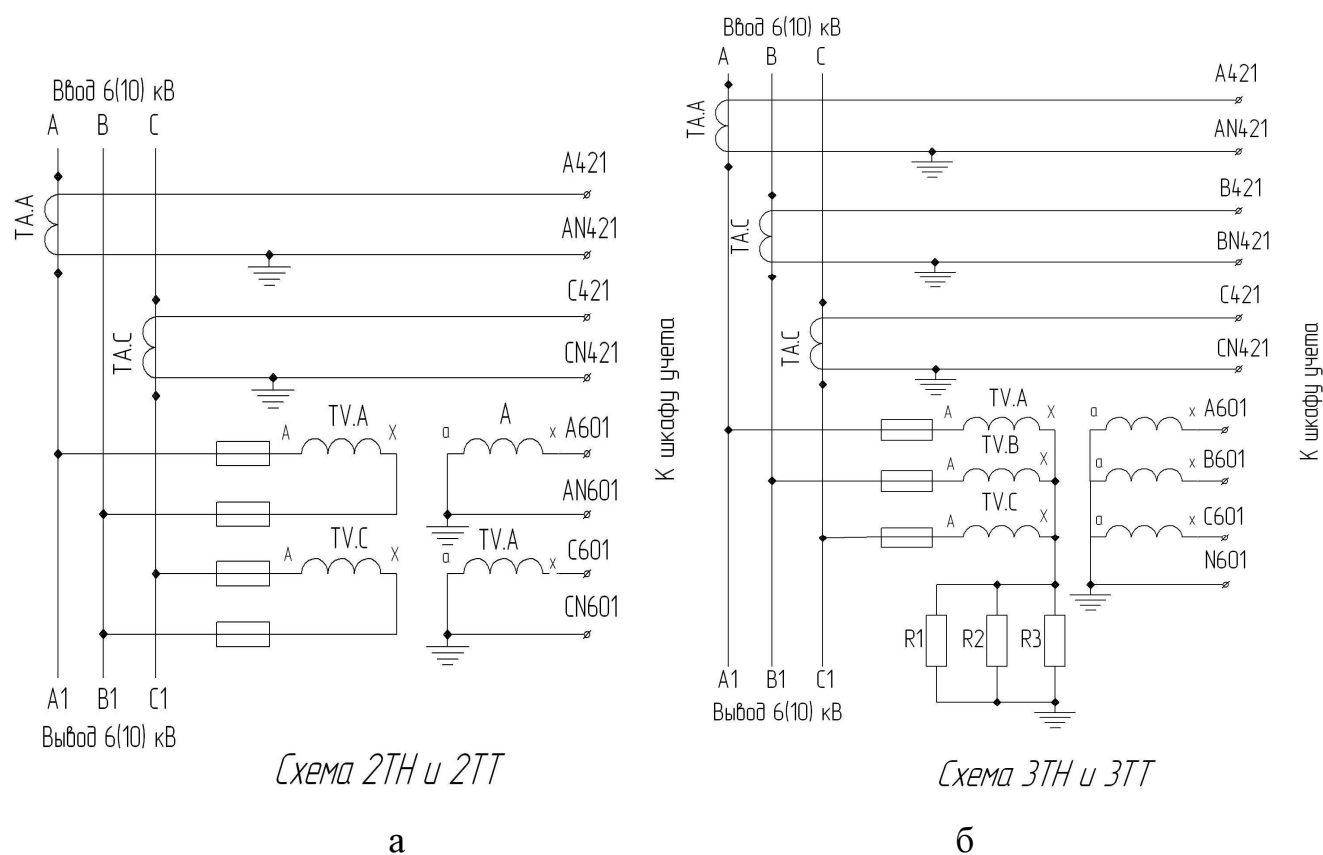

Рис.2
1.4.13. Внутри ВМ установлена колодка зажимов для подключения соединительного кабеля и вторичных цепей высоковольтного модуля. Выводы колодки зажимов подключаются согласно электрической схеме ВМ (см. рис. 2).
1.4.14. Схема электрическая принципиальная ВМ для варианта 2ТТ-2ТН приведена на рис.2а, а схема электрическая принципиальная ВМ для варианта 3ТТ+3ТН приведена на рис.2б, предназначенное для вывода вторичных цепей ВМ на соединительный кабель к шкафу учета.